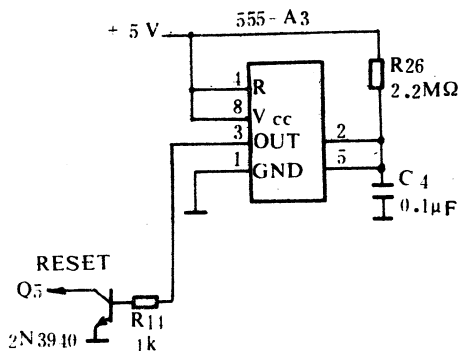

图 1-3 RESET 信号电路
3. 如图 1-3 所示,易损坏元件是电容 C4 和 A3 片子。开机时用逻辑测试笔测试 A3-3,看是否有由高电平转到低电平的 RESET 信号。如无信号,又测得 C4 端电压为 0,肯定是电容 C4 击穿。电容 C4 端正常电压是 2V。否则是 A3 的 555 集成块损坏。换上新元件,将恢复正常的 RESET 信号。